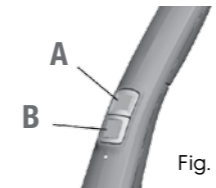

Fig. 5
- Ligue o aspirador, apertando o botão (A) (fig.5).
• O aspirador dispõe de dois níveis de potência, as quais podem ser selecionadas com o botão (B) (fig.5). Este aspirador liga automaticamente no modo de potência elevada. Para uma limpeza mais silenciosa e uma maior autonomia da bateria, após ligá-lo, aperte o botão (B) para selecionar o nível de potência mais baixo.